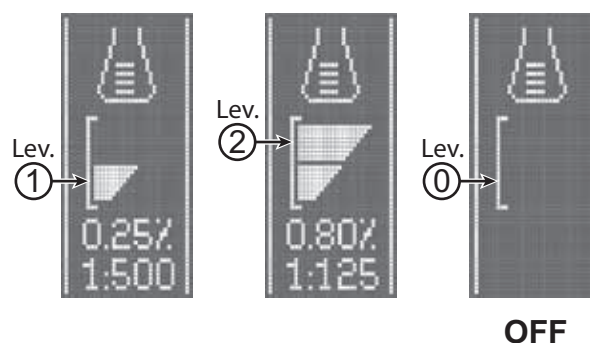

Abbildung 6
Die Mischanlage für Reinigungsmittel und Wischwasser wird automatisch eingeschaltet, wenn die Bürste in Betrieb ist. Der Prozentsatz des zum Wischwasser gemischten Reinigungsmittels wird auf Ebene 1 eingestellt (Abb. 6). Der Prozentsatz kann durch Drücken der Taste (46) auf Ebene 2 erhöht oder auf Ebene 0 auf Null gestellt werden. Die eingestellten Prozentsätze werden auf dem Multifunktionsdisplay angezeigt (51-G).